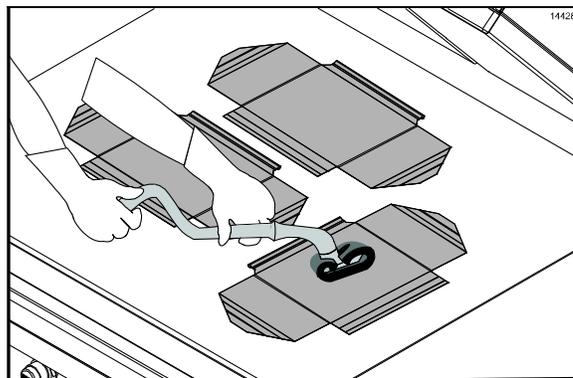

Figura 109
41. Coloque las hojas antiadherentes de la placa superior en forma plana sobre la superficie inferior de la parrilla. Limpie suavemente ambos lados de las hojas con el soporte para fibra limpiadora de parrillas Kay. (Vea la figura 109.)